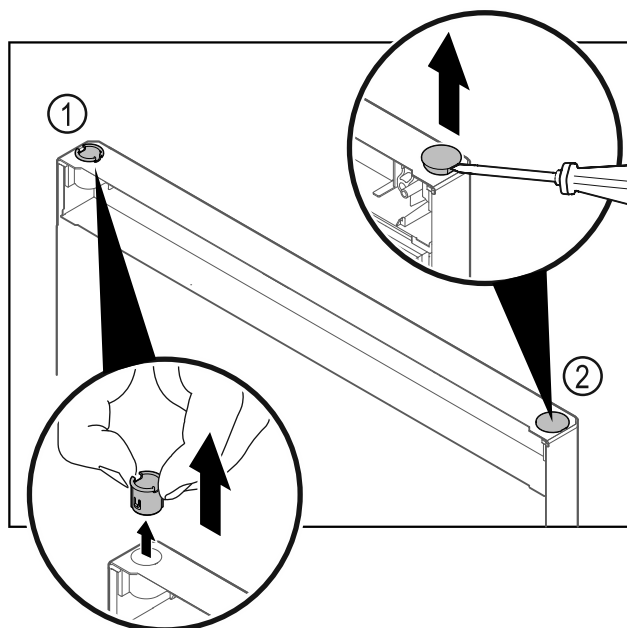

Fig. 17
- Pouzdro závěsu Fig. 17 (1) vytáhněte prsty.
- Krycí zátku Fig. 17 (2) opatrně nadzvedněte plochým šroubovákem a vytáhněte.